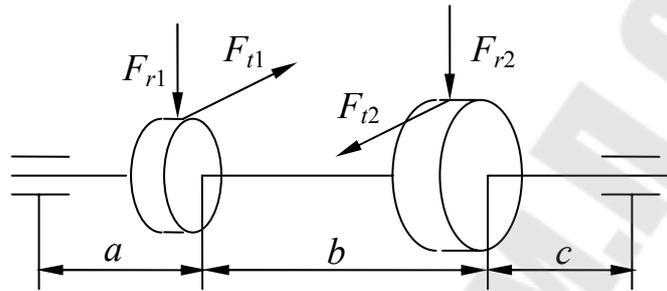

Рис. 1.4
5. Сделать уточненный расчет вала для заданной схемы (рис. 1.4), если  $F_{r1} = 1500$  Н,  $F_{r1} = 558$  Н,  $F_{r2} = 750$  Н,  $F_{r2} = 279$  Н. Остальные исходные данные приведены в табл. 1.5.